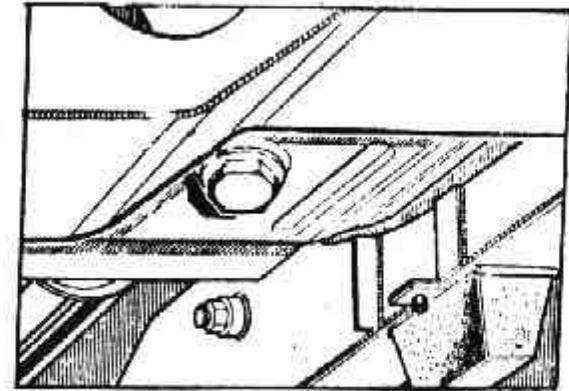

Fig. 75. Tapón de vaciado radiador.
- 2.º Una vez vaciado el sistema, abriendo los grifos del radiador y bloque se lavará por completo con agua limpia y se cerrarán los grifos (fig. 75 y 76).